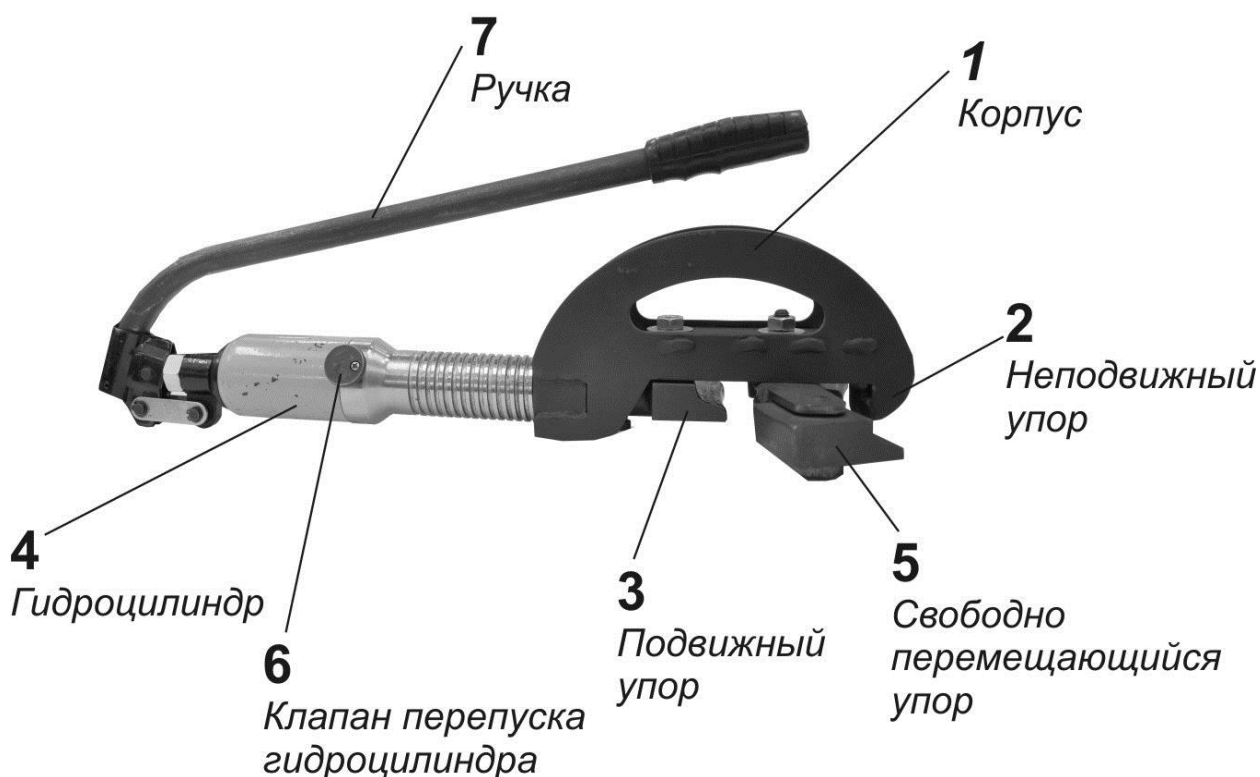

Рисунок 1
- 3.1 Приспособление №1 (Рисунок 1)